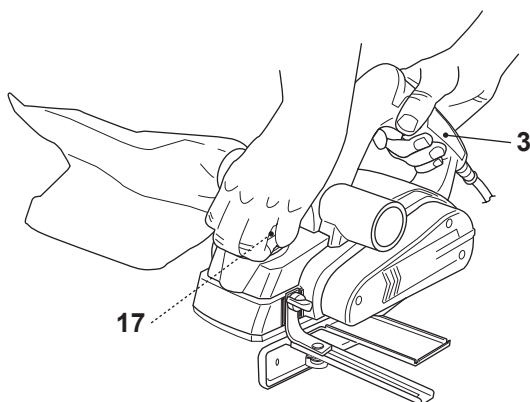

Fig. 7
- > Segure o produto com uma mão na pega (3) e com a outra no botão (17) (Fig. 7). Evite girar o botão (17) enquanto segura no produto uma vez que pode alterar a profundidade de aplainamento ajustada.